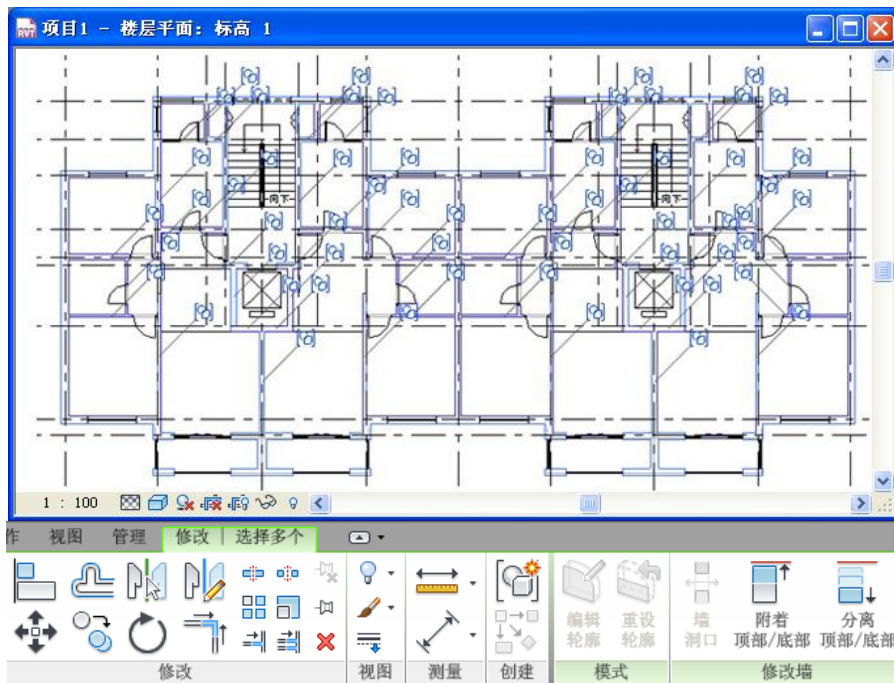

图 4-48
- 6) 进入 F10 平面视图，逐个选择当前视图的全部墙体，在选中情况下，在项目浏览器中进入 F11 平面视图，点击“修改墙”面板中的“附着”工具，然后选择屋顶，完成墙体与屋顶的连接（如图 4-48 所示）。